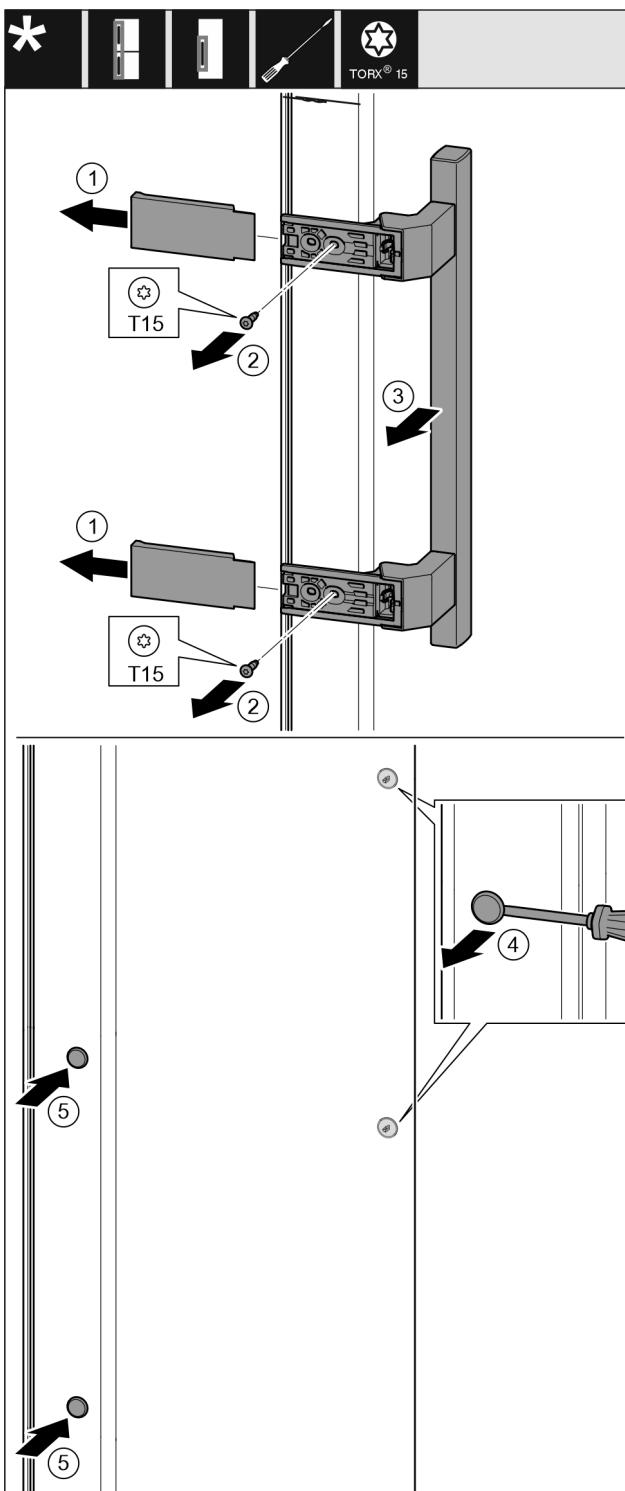

Fig. 11
- Зніміть кришку. Fig. 11 (1)
- Викрутіть гвинти за допомогою викрутки Torx 15. Fig. 11 (2)
- Зніміть ручку. Fig. 11 (3)
- За допомогою шліщової викрутки обережно підніміть бокову заглушку та витягніть її. Fig. 11 (4)
- Вставте заглушку з іншого боку. Fig. 11 (5)